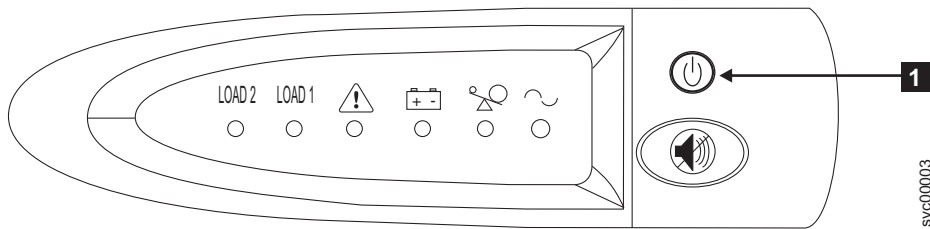

図 218. 2145 UPS-1Uのフロント・パネル・アセンブリー
1. 2145 UPS-1U の前面で、電源ライトが消えるまで (約 5 秒間)、「オン/オフ」ボタン (282 ページの図 218 の **1**) を押し続けます。 2145 UPS-1U の一部のバージョンでは、オン/オフ・ボタンを押すために、ねじ回しのような先の尖った道具が必要な場合があります。2145 UPS-1U は待機モードになります。